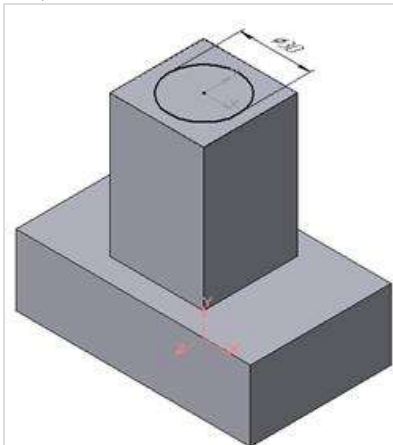
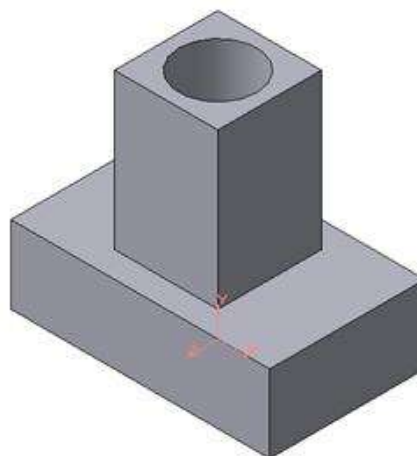

Рисунок 26 - Эскиз отверстия
Рисунок 27 - Операция вырезания отверстия
3. Для создания цилиндрического отверстия на верхней грани призмы вычертим эскиз отверстия – окружность радиусом 15 мм (рис.26) и вырежем отверстие выдавливанием на глубину 40 мм (рис.27).